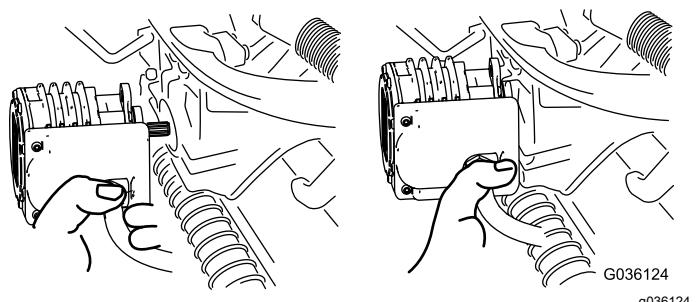

Figura 49
4. Mova o motor para o local de armazenamento na parte da frente do braço de suspensão (Figura 49).